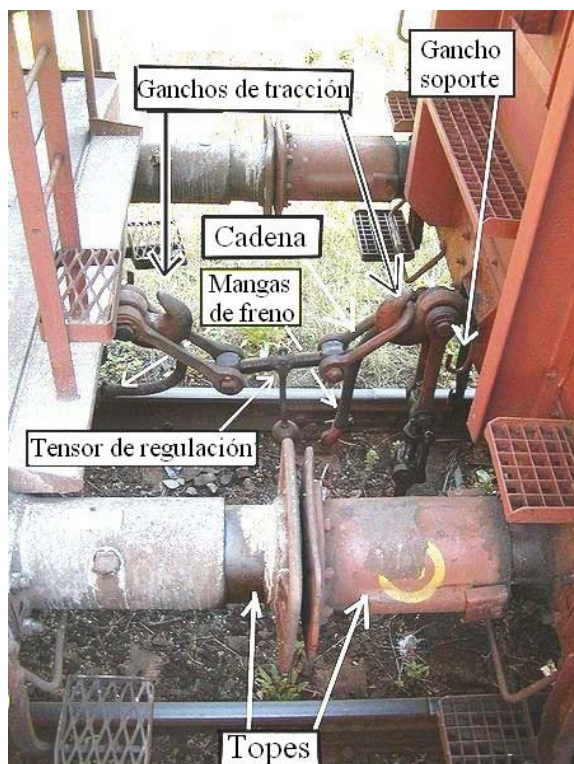

Fig. 731 – Enganche de topes y cadena, Posición floja.
**Enganche de topes y cadena** – En Europa, el enganche, denominado de topes y cadena, está compuesto por un gancho, dos topes, un tensor de rosca y dos cadenas de seguridad (fig. 731).